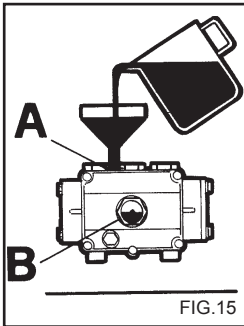

FIG.15
- 4 - Enroscar el tapón de desagüe e introducir el aceite por el orificio superior (fig. 15) hasta el nivel marcado en el indicador (fig. 15B).